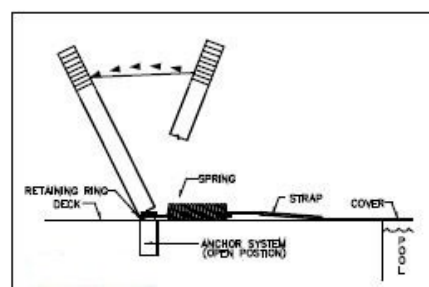

Figura 10
Step 2: Far girare la barra fino a che l'anello di ritenuta si liberi del bullone di ancoraggio (vedere figura 10)